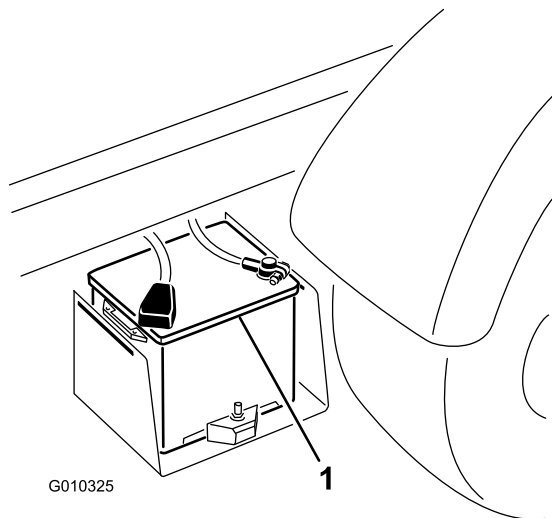

Bild 50
2. Schließen Sie ein Starthilfekabel an die Pluspole der zwei Batterien an (Bild 50).